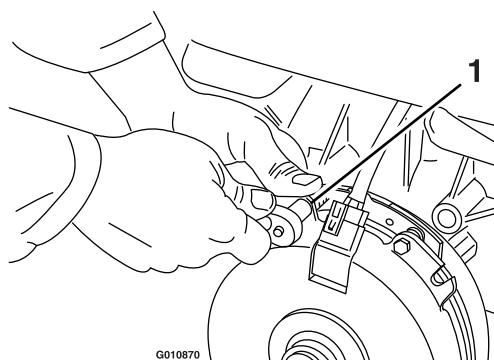

Figure 64
- A. Desserrez les boulons de fixation du frein de  $\frac{1}{2}$  tour à 1 tour, comme montré à la Figure 64.